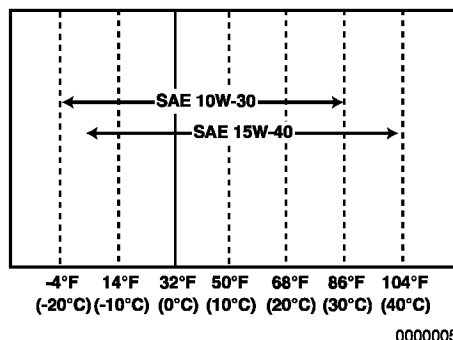

Figura 7
- Selecione a viscosidade do óleo baseando-se na temperatura ambiente onde o motor está a funcionar. Veja o Gráfico de Viscosidade da Qualidade de Serviço da SAE (**Figura 7**).